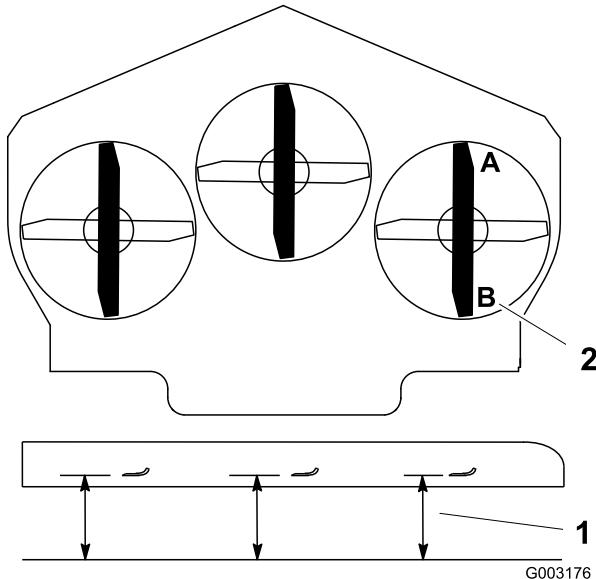

Figura 77
1. Disponete la lama destra in posizione longitudinale rispetto alla macchina (Figura 77).
2. Misurate la lama destra al punto **A** da una superficie piana fino al tagliente della punta della lama (Figura 77).
4. Misurate la lama destra al punto **B** da una superficie piana fino al tagliente della punta della lama (Figura 77).
6. La lama del tosaerba deve essere da 6 a 10 mm più bassa al punto **A** rispetto al punto **B** (Figura 77). In caso contrario eseguite la seguente operazione.